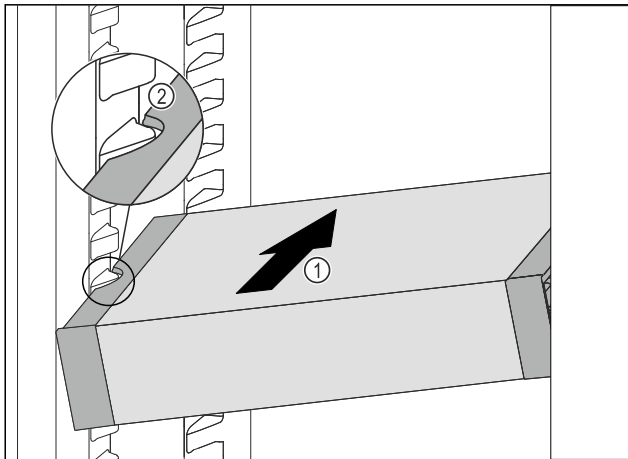

Fig. 63
► Inserire VarioSafe ad angolo nel vano frigorifero Fig. 63 (1) fino a quando le cavità laterali Fig. 63 (2) di VarioSafe non si trovano al livello della nervatura del contenitore nel vano frigorifero.